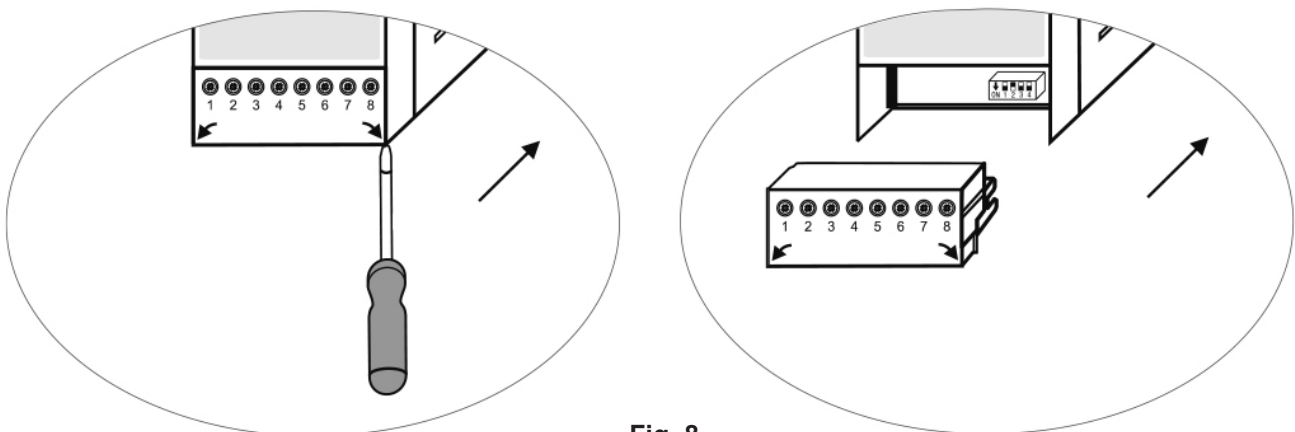

Fig. 8
- Retirez les borniers supérieur et inférieur (Fig.8)